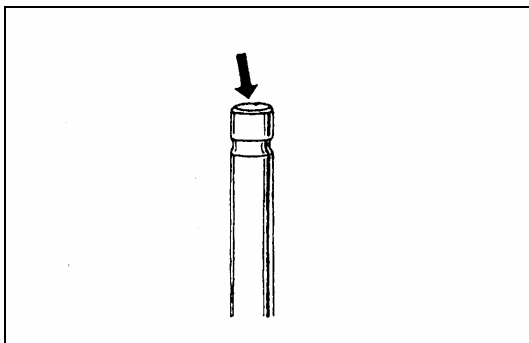

Рис. 4-99.
- 4). Как показано на Рис. 4-99, проверить поверхность конца клапанного штока на предмет наличия вмятин и износа. В случае обнаружения вмятин и следов повышенного износа допускается притирка штока клапана. Но допустимый ремонтный зазор в этом случае не может превышать угла отклонения клапанного штока. Если размер притирки достигает величины указанного угла, клапан необходимо заменить.